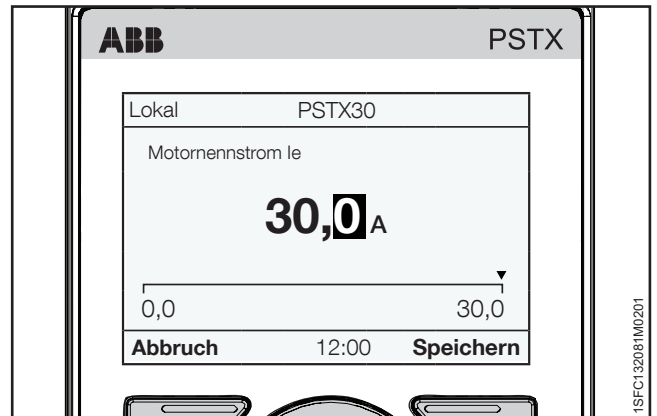

Abbildung 6.8
1. Die Startansicht ist die oberste Ebene. Drücken Sie auf , „Menü“, um das Menü zu öffnen. Die Anzeige entspricht jetzt **Abbildung 6.8**.
6. Wählen Sie die Zahl mithilfe von  und  aus. Die aktuell ausgewählte Zahl ist schwarz markiert. Drücken Sie dann auf  oder , um den Wert der ausgewählten Zahl zu ändern. Speichern Sie die neue Einstellung, indem Sie  „Speichern“ wählen. Siehe **Abbildung 6.8**. Wenn Sie den Vorgang beenden möchten, wählen Sie  „Abbrechen“.